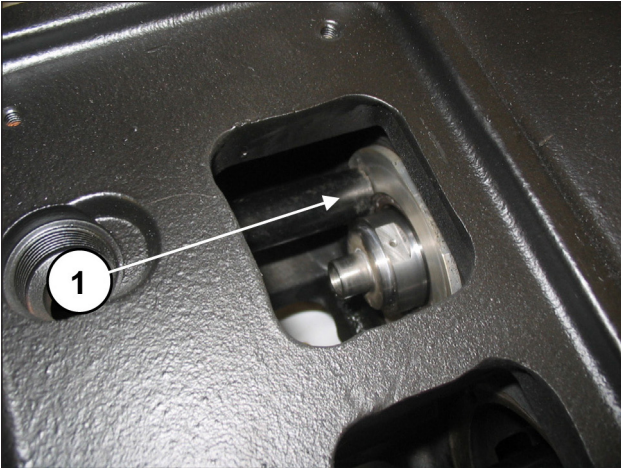
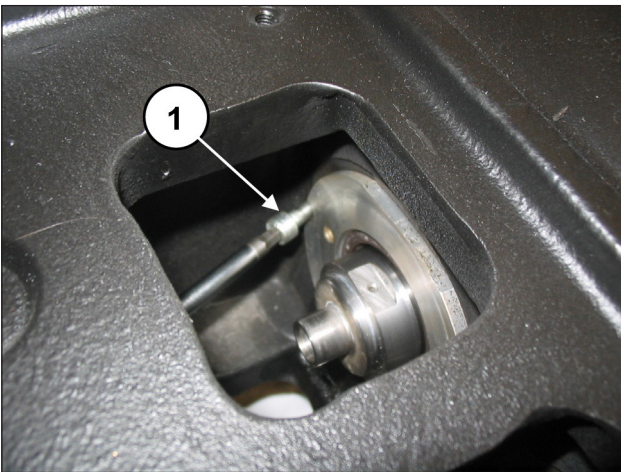

Fig. 172
Fig. 173
S'assurer que le couvercle entre à fond dans le logement (rep. ①, Fig. 172) en ayant soin de ne pas endommager la lèvres du joint d'huile. Visser le couvercle du joint d'huile à l'aide de 2 vis M6x14 (rep. ①, Fig. 173).